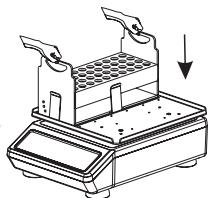

Abb. 4
3. Klemmen Sie das feste Röhrchengestell senkrecht in die Halterung und achten Sie darauf, dass kein Spalt zwischen dem Gestell und der Halterung entsteht (Abb. 4).